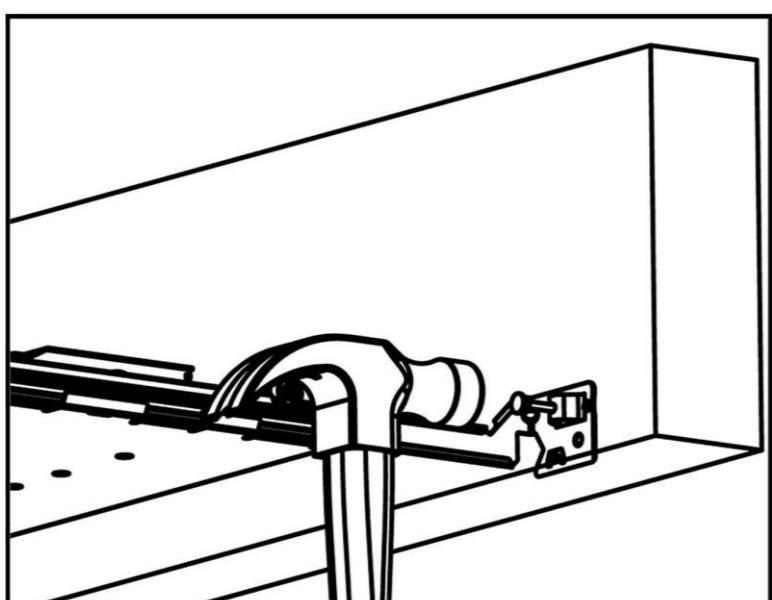

Figure 2
2. Prolongez les barres de suspension pour les installer entre les solives. En utilisant le contour du pied de la barre de suspension, alignez la plaque avec le bas de la solive en bois. À l'aide d'un marteau, fixez le cadre à la solive en bois à l'aide des Real-NailsMD intégrés. Faites glisser le cadre le long des crochets de suspension jusqu'à l'emplacement souhaité. Utilisez les vis de blocage ou la fente pour fixer en place. (Voir figure 2.)